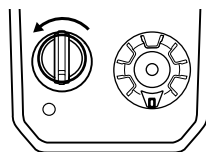

Figura 8
2. Gire la llave de encendido a la posición OFF (apagado) y sáquela (Figura 8).